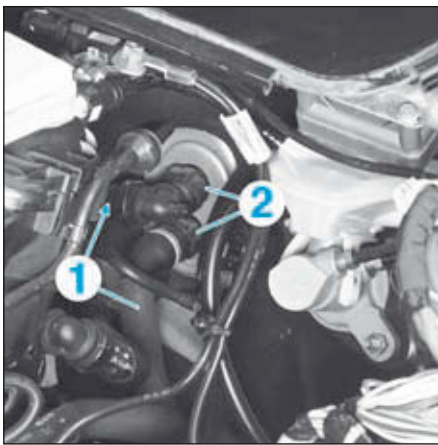

FIG.12
- Placer les outils [1] sur les durits (1) (Fig.12).
- Débrancher les raccords (2).